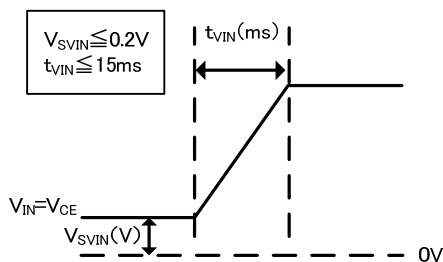
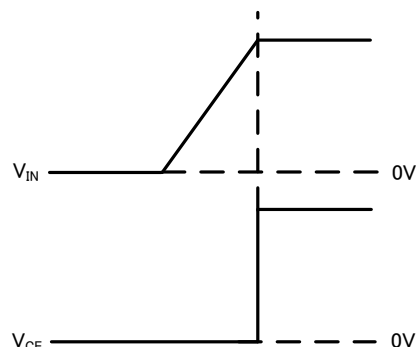

図 1)  $V_{IN}=V_{CE}$  時 推奨入力波形図
図 2)  $V_{IN}$  端子 CE 端子別入力時 推奨入力波形図
- 4) 電源投入時に関して、 $V_{IN}$  端子と CE 端子をショートして使用する場合、 $V_{IN}=V_{CE}$  電圧は 0.2V 以下から立ち上げて下さい。入力電圧立ち上げ時間は 15ms 以内をお願いします。(下記 図 1 に推奨入力波形を示します。) また  $V_{IN}$  端子と CE 端子が別入力の場合は  $V_{IN}$  を立ち上げた後に CE 端子を立ち上げて下さい。(下記 図 2 に推奨入力波形を示します。)